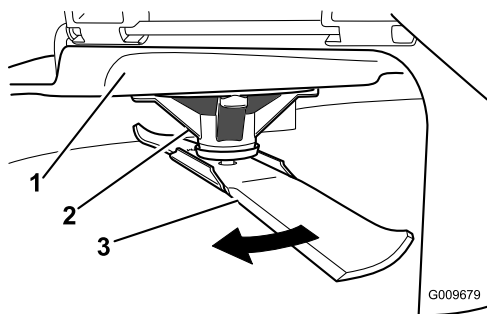

Figura 43
2. Indossando guanti ben imbottiti o altra protezione per le mani adeguata ruotate lentamente la lama da misurare in una posizione che consenta la misurazione effettiva della distanza tra il tagliente e la superficie piana su cui si trova la macchina (Figura 43).